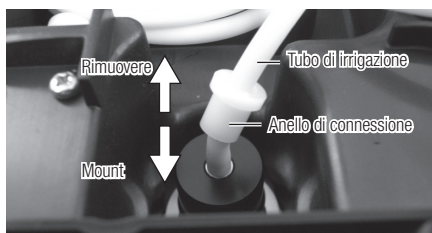
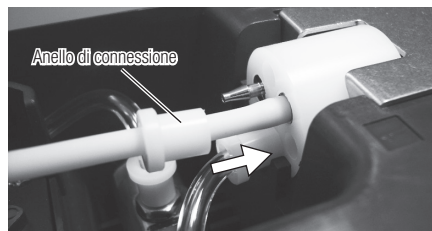

Fig.35
Fig.39
- 3) Rimuovere il tubo di irrigazione dall'unità di controllo. (Lato della bottiglia e lato del pannello frontale). (Fig. 35,36)
- 8) Montare il tubo di irrigazione seguendo la procedura inversa impiegata per la sua rimozione (Fig. 35). Inserire l'anello di connessione saldamente nell'unità di controllo fino al suo arresto. (Fig. 39)